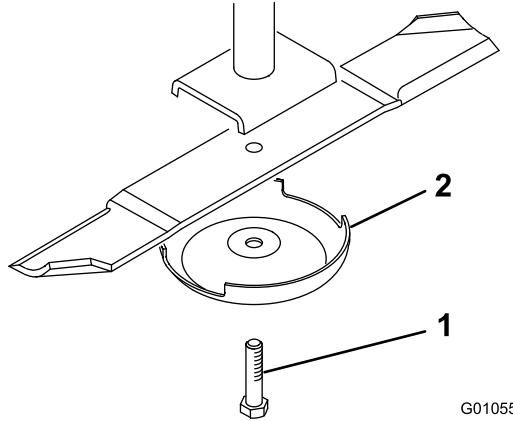

Figura 27
- Sujete el extremo de la cuchilla usando un paño o un guante grueso. Retire del eje de la cuchilla el perno de la cuchilla, el protector de césped y la cuchilla (Figura 27).